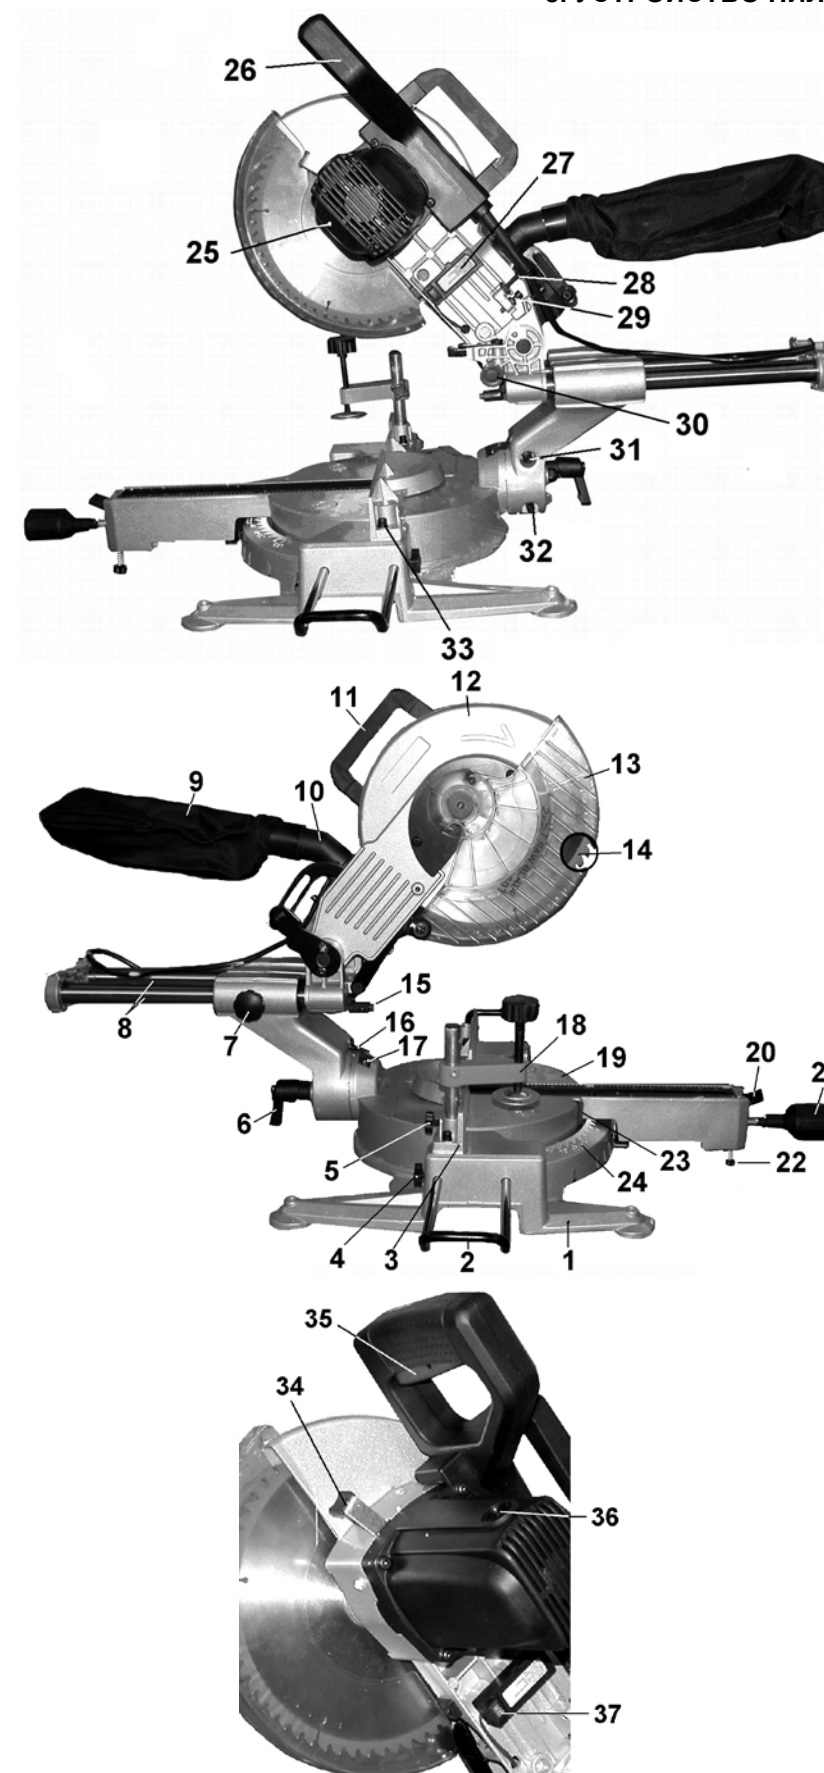

Рис. 2
8.1. Сборка (Рис.2)
8.2. Приведение пилы в верхнее положение (Рис.2)
8.2.2. Удерживая пилу за рукоятку (26), переместите её в верхнее положение, как показано на Рис.2.
8.3. Транспортировка (Рис. 2)
8.4. Монтаж (Рис. 2)